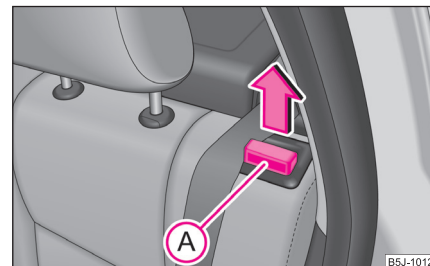

Abb. 54 Rücksitzlehne entriegeln
- Entriegeln Sie die Rücksitzlehne durch Ziehen des Sicherungsknopfs **A** und klappen Sie sie nach vorn ⇒ Abb. 54.
- Vergewissern Sie sich, dass die rote Fläche des Sicherungsknopfs (A) nicht zu sehen ist ⇒ Seite 61, Abb. 54.